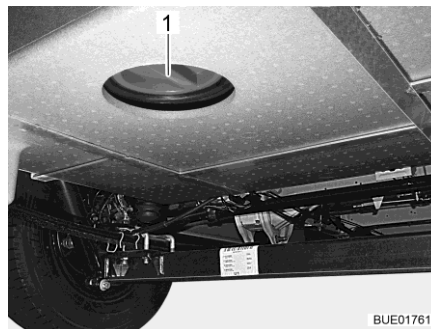

Fig. 308 Ouverture de nettoyage (réservoir d'eaux usées)
- Ouvrir l'ouverture de nettoyage (Fig. 308,1) du réservoir d'eaux usées et le robinet de vidange.